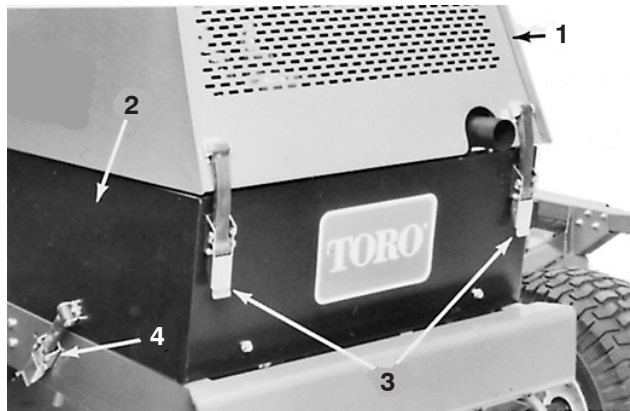

Bild 33
1. Entriegeln Sie die Motorhaube, heben Sie sie an und stützen Sie die geöffnete Haube ab. Entriegeln und nehmen Sie das linke Seitenteil ab (Bild 33). Stellen Sie sicher, dass die Motorhaube sicher in einem der Befestigungshalterungen an der Haube abgestützt ist.
1. Entriegeln Sie die Motorhaube, heben Sie sie an und stützen Sie die geöffnete Haube ab (Bild 33). Stellen Sie sicher, dass die Motorhaube sicher in einem der Befestigungshalterungen an der Haube abgestützt ist. Entriegeln und nehmen Sie beide Seitenteile ab (Bild 33).